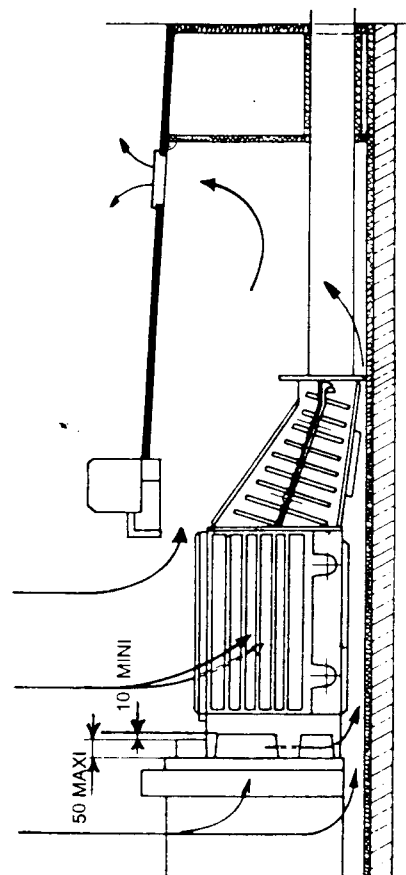

Fig. 2
- Il est cependant possible d'installer l'appareil dans une cheminée existante à condition toutefois de prévoir la circulation de l'air de convection dans la hotte existante (Fig. 2).